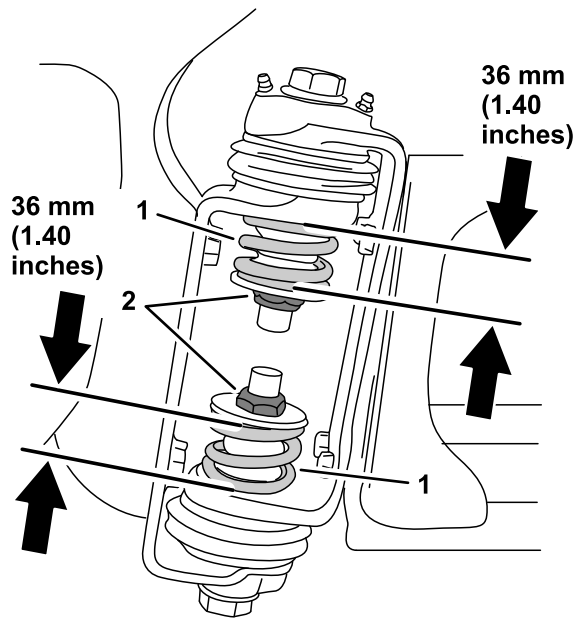

Figure 2
6. À la charnière de rampe, mesurez la compression des ressorts supérieur et inférieur quand les rampes sont déployées (Figure 2).